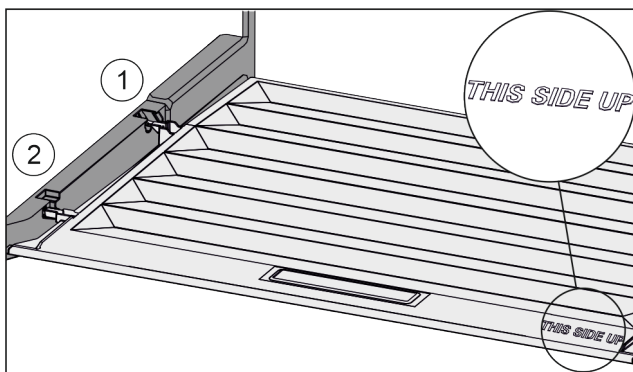

Fig. 51
- ▶ Výstupky víka zaveďte do zadních držáků Fig. 51 (1) a vpředu zaklesněte do držáku Fig. 51 (2).